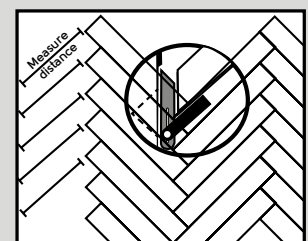

Fig. 9
10. Cortando e instalando tablonces en las paredes debe realizarse de la siguiente manera: Mida y marque los tablonces como se indica en el diagrama. El ángulo de la pared se puede determinar con un buscador de ángulos (véase más abajo) (Fig. 9).